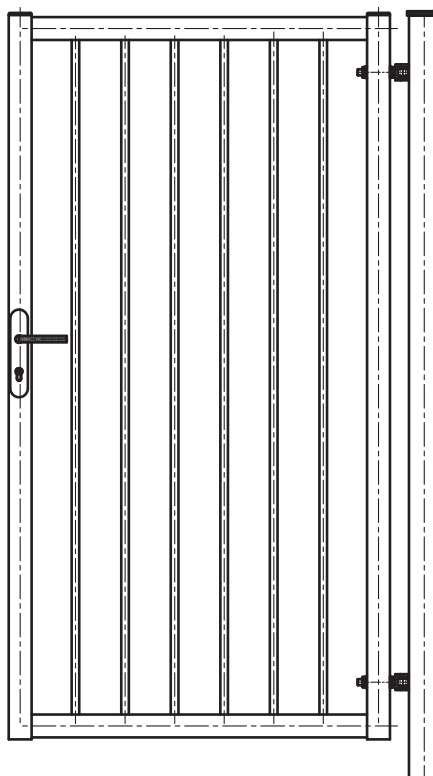

Рисунок 2 - Створка калитки серии Prom Bars
- Рамку с заполнением профильной трубой 30x20x1,5, вертикально вваренной с шагом 120-130 мм рисунок 2 (исполнение PROM Bars).